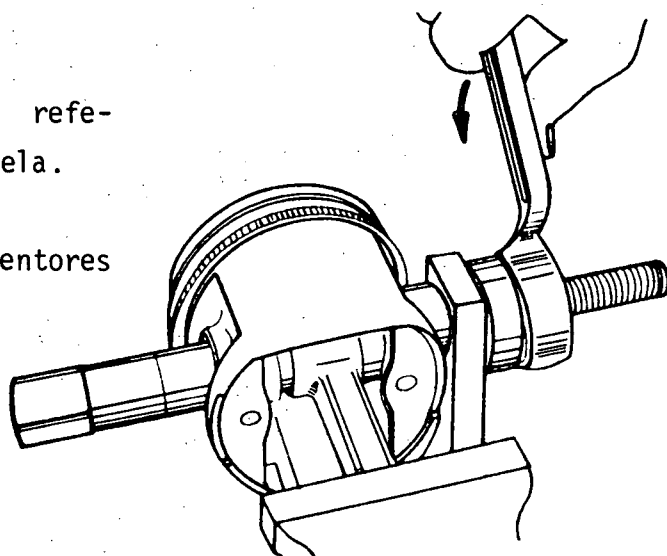

Fig. 1
- c Coloque o pino, girando lenta e progressivamente a ferramenta de montagem (fig. 1), até que atinja o centro do conjunto.